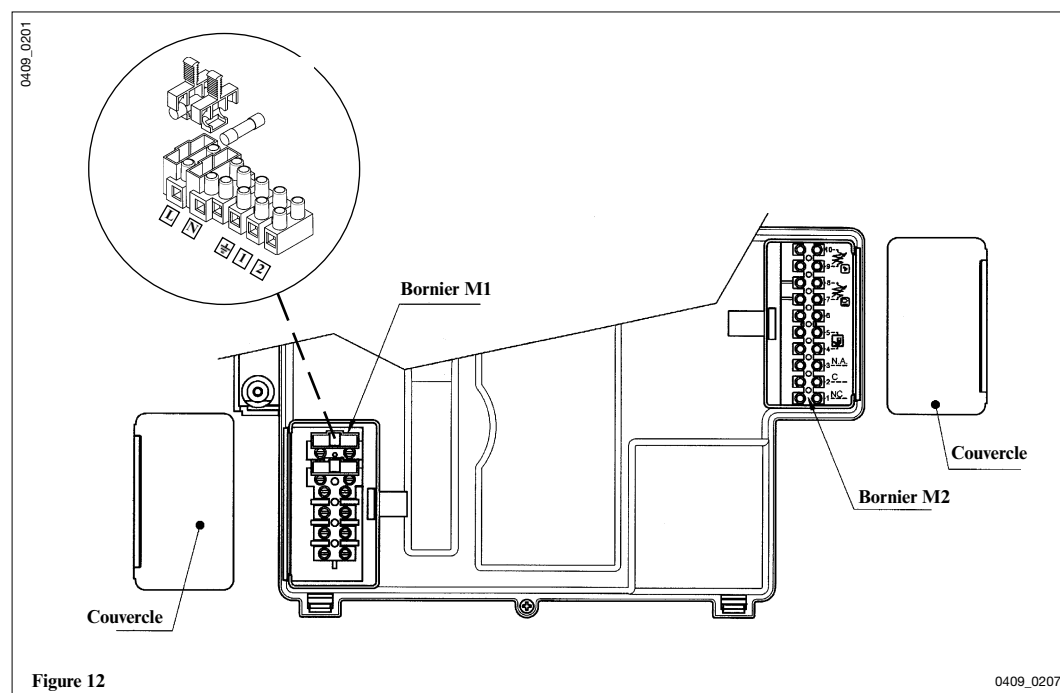

Figure 12
**15.1 Description des connexions électriques vers la chaudière** Tourner vers le bas le boîtier de commande et accéder aux borniers M1 et M2 destinés aux connexions électriques en enlevant les deux couvercles de protection (voir figure 12).
Le contact relatif à la demande de fonctionnement des différentes zones doit être relié en parallèle et connecté à la borne 1-2 “TA” du bornier M1, figure 12. Éliminé le pontage.